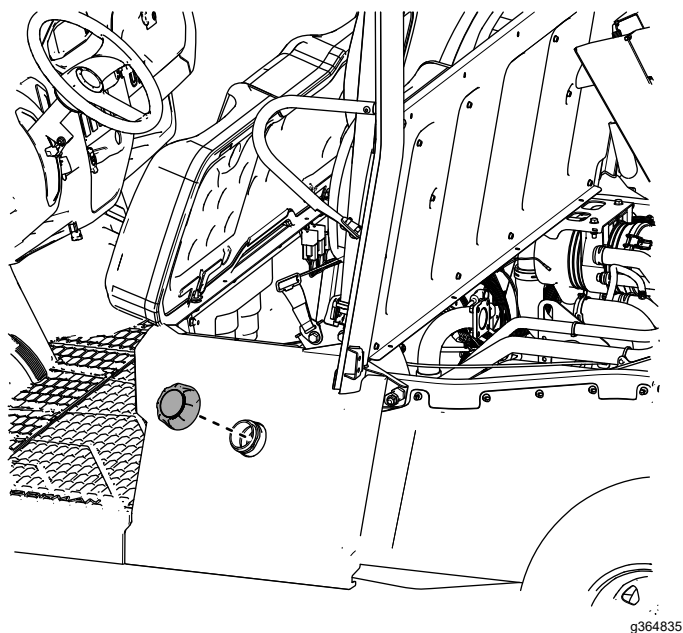

Figura 35
23. Instale el tapón del depósito de combustible en el panel de la base de asiento izquierdo (Figura 35)